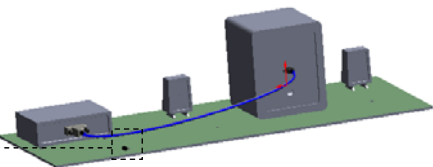

图 11.11.6 添加线夹 1
Step6. 添加线夹 1. 打开设计库中的 routing\electrical 文件夹, 选择 richco_hurc-4-01-clip 线夹为拖放对象; 将线夹拖放到底板上图 11.11.6 所示的圆孔处; 单击图 11.11.7 所示“插入零部件”对话框中的  按钮。结果如图 11.11.6 所示。